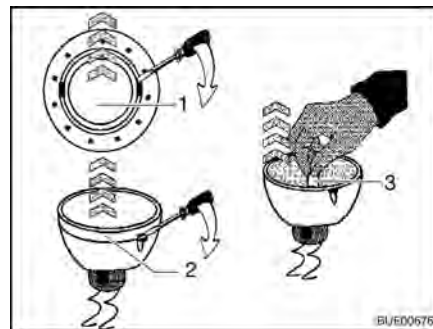

Fig. 254 Sostituire la lampada alogena ad incandescenza
- Togliere dall'involucro l'anello di copertura interno (Fig. 254,1) servendosi di un cacciavite.
- Servendosi di un cacciavite, rimuovere l'anello di copertura con la lastra di vetro (Fig. 254,2) dalla parte inferiore della lampada alogena a incasso.
- Rimuovere la lampada alogena ad incandescenza (Fig. 254,3).